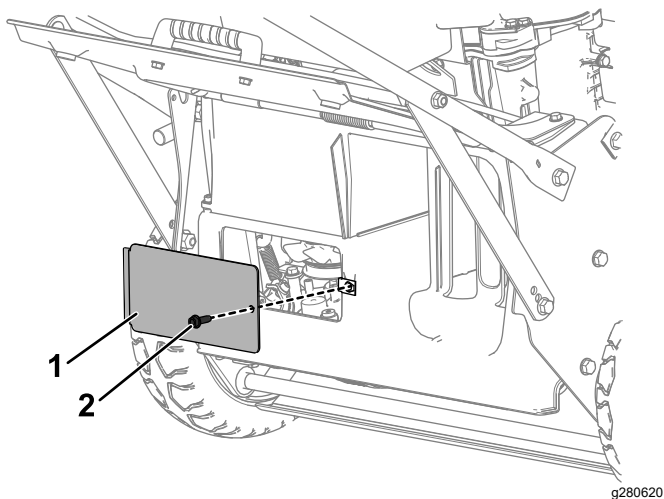

Figura 47
8. Îndepărtați fereastra de vedere în spate, situată sub deflectorul de evacuare posterioară, prin demontarea urubului care o fixează la poziție (Figura 47).